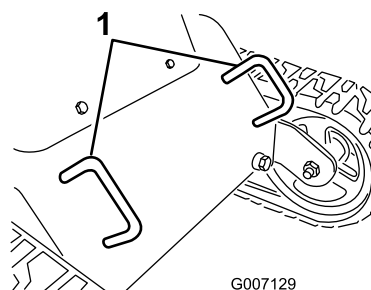
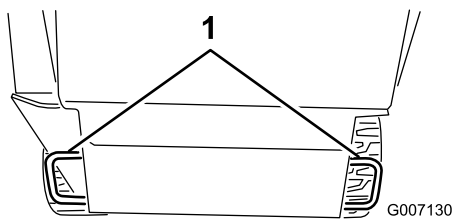

Figura 36
Figura 37
3. Amarre la unidad de tracción al remolque con cadenas o correas, usando los puntos de amarre situados en la parte delantera y trasera de la unidad de tracción (Figura 36 y Figura 37).
Es posible elevar la unidad de tracción usando los puntos de amarre como puntos de elevación (Figura 36 y Figura 37).